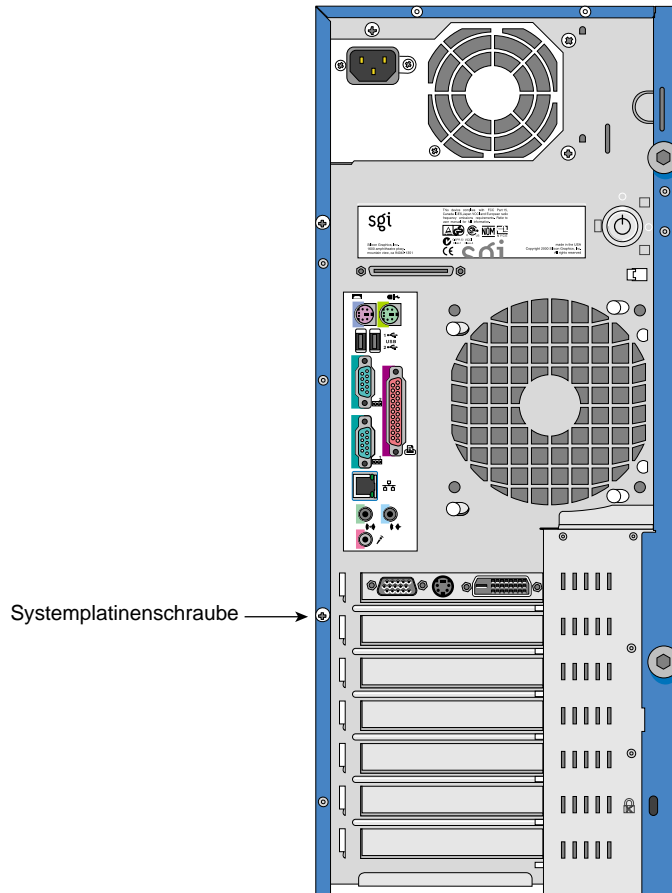

Abbildung 2-27 Lage der Systemplatinenschraube
9. Lösen Sie die Systemplatinenschraube. Abbildung 2-27 zeigt die Lage der Schraube.
5. Schrauben Sie die Systemplatinschraube in die Halterung. Die Lage der Systemplatinschraube geht aus Abbildung 2-27 auf Seite 52 hervor.